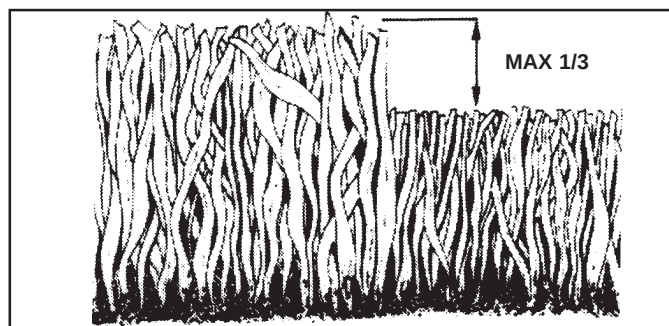

FIG. 5
- Pour la meilleure coupe, ajustez la hauteur de coupe de tondeuse afin que la tondeuse coupe seulement le tiers du haut de l'herbe (Voir Fig. 5). Pour la tonte de broyeuruse grosse, réduisez la largeur de coupe et tondez lentement.